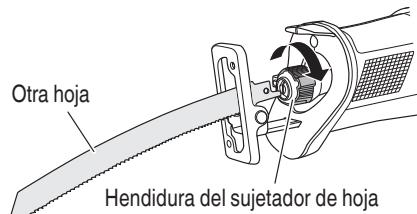

Fig. 10
- (1) Si una parte de la hoja de sierra rota sobresale de la hendidura del sujetador de hoja, saque la parte saliente y extraiga la hoja.
- (2) Si la hoja de sierra rota está oculta en el interior de la hendidura, enganche la hoja rota con la punta de otra hoja de sierra y extrágala. (Fig. 10)